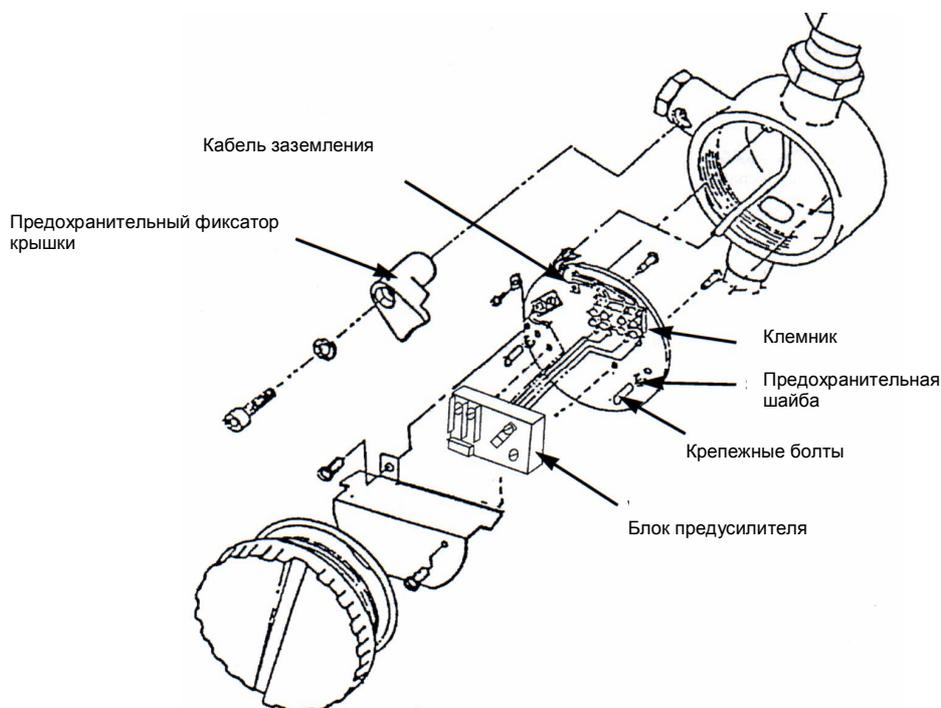

Рисунок 24. Предусилитель – VFM 3100 с выносным электронным блоком (со взрывонепроницаемой оболочкой по CENELEC)
- Снимите питание VFM 3100. Винтовые крышки преобразователя и переходной коробки VFM 3100 со взрывонепроницаемой оболочкой по CENELEC снабжены стопорами. См. рисунок 24.
- Снять экран, закрывающий предусилитель и отсоединить провод заземления от U-образной клеммы на монтажной плате (рисунок 24).
- Установите металлический экран на предусилитель. См. рисунок 24.
- Снять крышку переходной коробки (в расходомере VFM 3100 со взрывонепроницаемой оболочкой по CENELEC снять стопоры и крышку). См. рисунок 24.